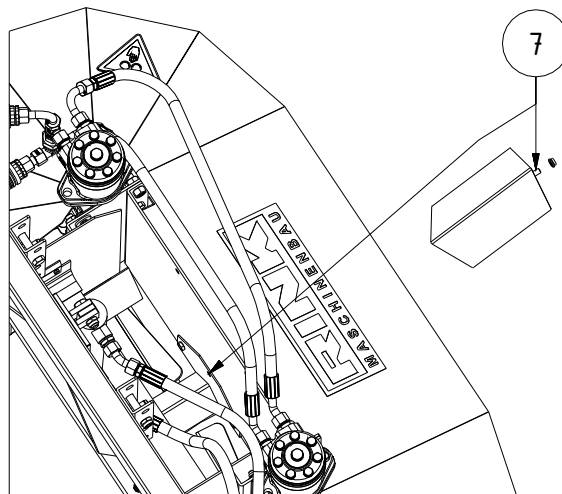

Abb. 3: Streuwerk
- (7) Leitblech (siehe Seite 11 – Abb. 3)
- Bei sehr feuchtem Material und großer Streudicke kann das Leitblech (7) am Streuwerk (mittels Mutter M8) entfernt werden (Abb. 3).